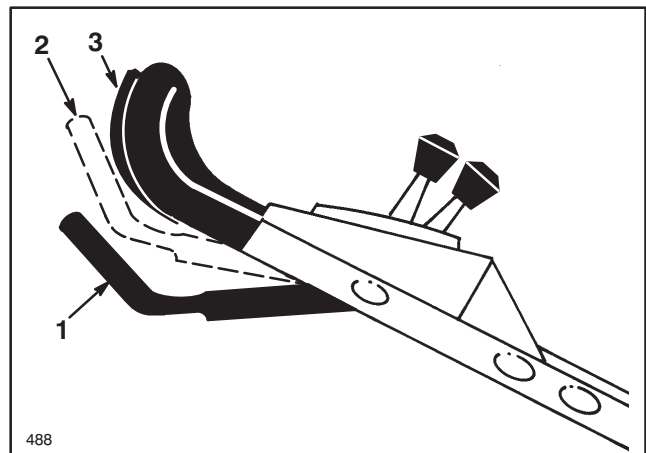

Abbildung 10
8. **FAHRBETRIEB** (Abb. 10)—Betätigungshebel in Stellung FAHRT/KUPPLUNG bringen. Geschwindigkeitsregler in gewünschte Stellung bringen und Betätigungshebel nach oben in FAHRT-Stellung bewegen, um den Selbstantrieb zu aktivieren.
WICHTIG: Wenn sich der Betätigungshebel in der Stellung FAHRT befindet, darf die Geschwindigkeit nicht verändert werden, da dies zu einem **Geriebescaden und somit zu Problemen beim Schalten führen kann.** Zum Ändern der Fahrgeschwindigkeit Betätigungshebel in Stellung FAHRT/KUPPLUNG bringen (Abb. 10) oder Betätigungshebel so weit nach unten bewegen, daß der Selbstantrieb zum Stillstand kommt.